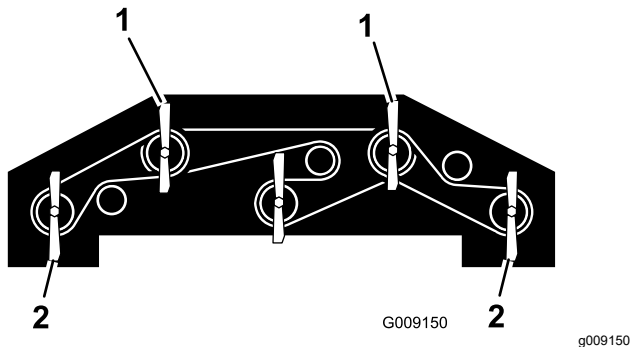

Figure 136
1. Tournez chaque lame pour qu'elle pointe droit devant (Figure 136).